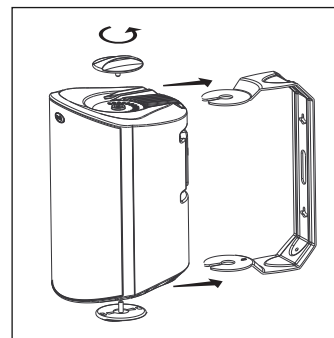

FIGURA 10: Gire os botões do suporte para remover o suporte.
4. Usando os orifícios em forma de fechadura do suporte como modelo, marque a posição dos dois orifícios no local de instalação com um lápis. Para isso, remova os botões inferior e superior do suporte e remova o suporte [figura 10].